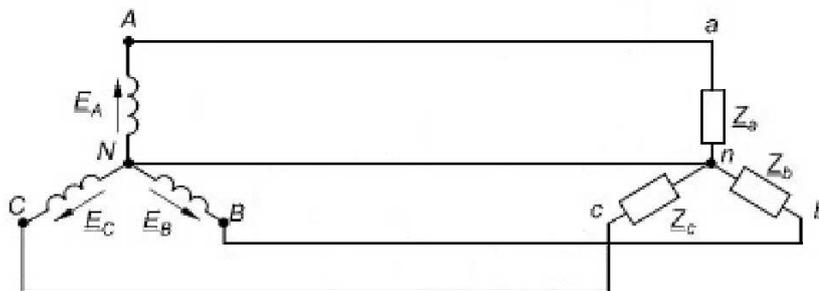

Рис. 3.2.
- 1.3. Собрать связанную трехфазную электрическую цепь с нейтральным проводом по схеме на рис. 3.2. Сопротивления Z_a , Z_b , Z_c выбираются из набора сопротивлений комплектующих лабораторного стенда УИЛС-1 исходя из обеспечения симметричной и несимметричной нагрузки.
- 1.4. Измерить фазные напряжения и токи во всех фазах цепи для вариантов схемы (рис. 3.2) с симметричной и несимметричной нагрузкой. Результаты записать в таблицу 3.2.
- 1.5. Измерить линейные напряжения цепи для вариантов схемы (рис. 3.2) с симметричной и несимметричной нагрузкой. Результаты записать в таблицу 3.3.